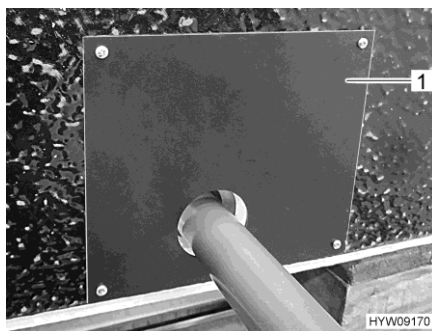

Fig. 105 Couvercle (cuve du réservoir d'eaux usées)
- Retirer le couvercle (Fig. 105,1) de la cuve du réservoir d'eaux usées.
- Mettre le couvercle (Fig. 105,1) en place.